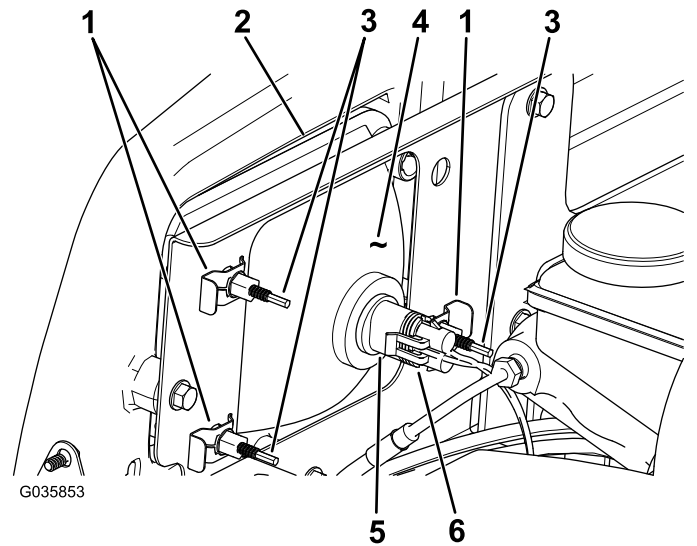

Bild 42
- Schließen Sie den elektrischen Anschluss für den Kabelbaum vom Lampenanschluss ab (Bild 42).
- Entfernen Sie die Schellen, mit denen der Scheinwerfer an der Scheinwerferhalterung befestigt ist (Bild 42).
- Schieben Sie den Scheinwerfer nach vorne durch die Öffnung in der vorderen Stoßstange und entfernen Sie ihn (Bild 42).
- Setzen Sie den neuen Scheinwerfer durch die Öffnung in der Stoßstange ein (Bild 42).
- Schließen Sie den elektrischen Anschluss für den Kabelbaum am Lampenanschluss an (Bild 42).
2. Drehen Sie die Einstellschrauben an der Rückseite des Scheinwerfers (Bild 42), um den Scheinwerfer zu drehen und den Scheinwerferstrahl einzustellen.